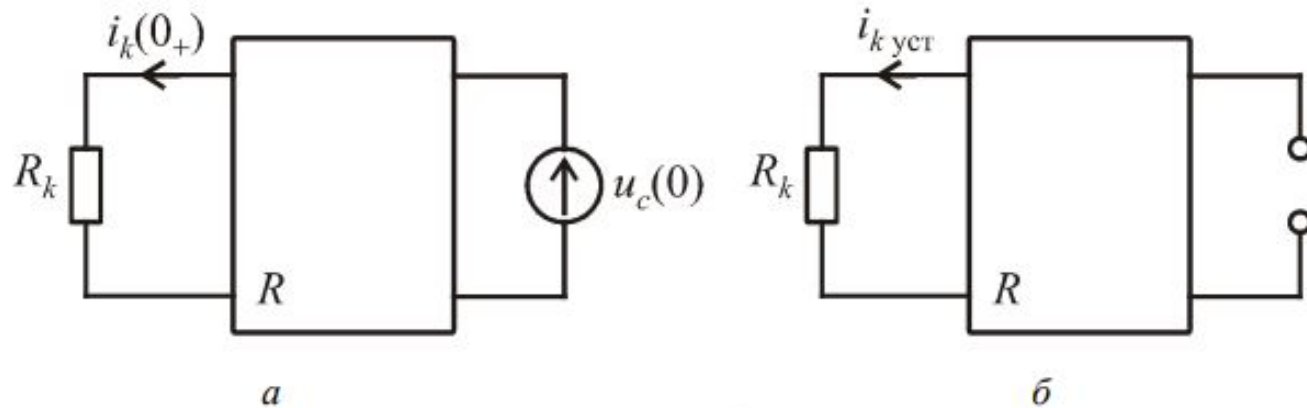

Рис. 7.2
2. Заменяем емкостный элемент источником напряжения $E = u_C(0)$ (рис. 7.2, *a*). Анализируя полученную резистивную схему замещения, находим начальные значения искомых токов и напряжений $i_k(0_+)$, $u_k(0_+)$.
3. Рассчитываем установившиеся значения искомых токов и напряжений, анализируя цепь в момент времени $t \rightarrow \infty$. Если в цепи действуют источники постоянного напряжения и тока, зажимы, к которым подключен емкостный элемент, размыкаем (рис. 7.2, *б*), затем анализируем полученную резистивную схему замещения.